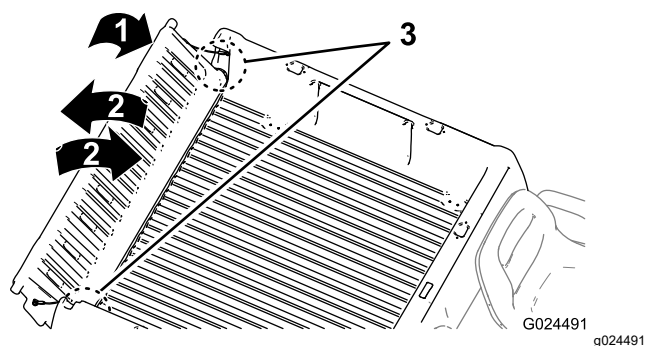

Рисунок 17
2. Установите откидной борт в положение под углом приблизительно 45° (Рисунок 17).
3. Короткими движениями, встряхивая, переместите откидной борт назад и вперед несколько раз (Рисунок 17).